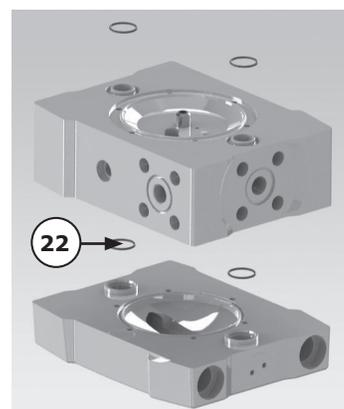

Figure 8
Retirez les joints de corps (22) (voir Figure 8).